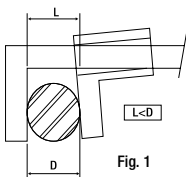

Fig. 1
- Ne pas exercer de pression trop forte durant les mesures (fig. 1).